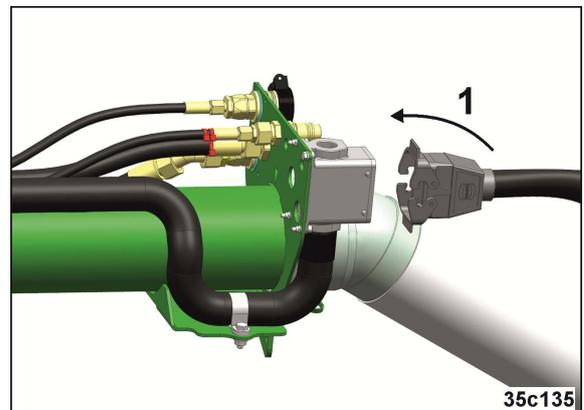

Fig. 43
1. Conectar el conector del depósito frontal (Fig. 43/1) al cable de datos del conjunto de mangueras.